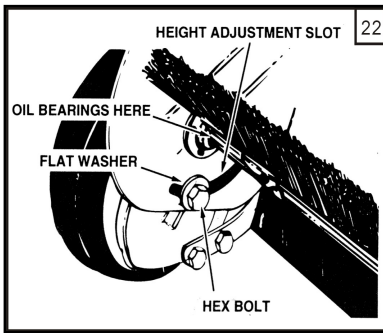

Abb. 22: Höhenverstellung
4. (Abb. 22) Bürstenwellen zweimal im Jahr mit ein paar Tropfen Öl dünn schmieren.